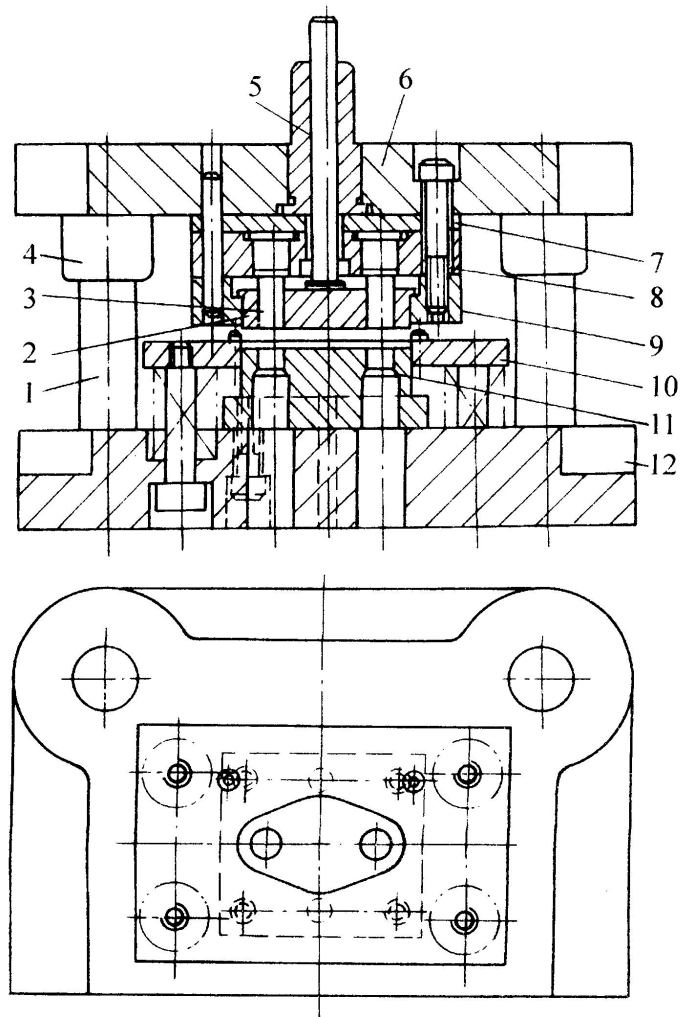

图2-56 冲孔—落料复合模
- 图2-56所示为后导柱模座的冲孔一落料复合模。要求完成以下装配内容：